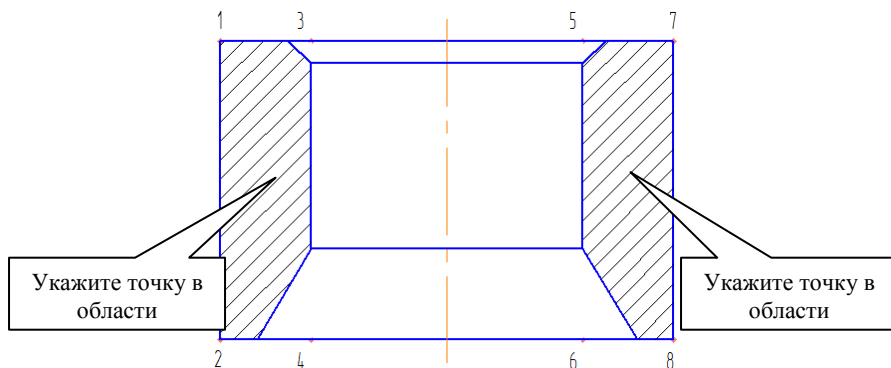

Рис. 12
- 2) Щелкните мышью внутри областей детали, которые необходимо заштриховать (рис.12).